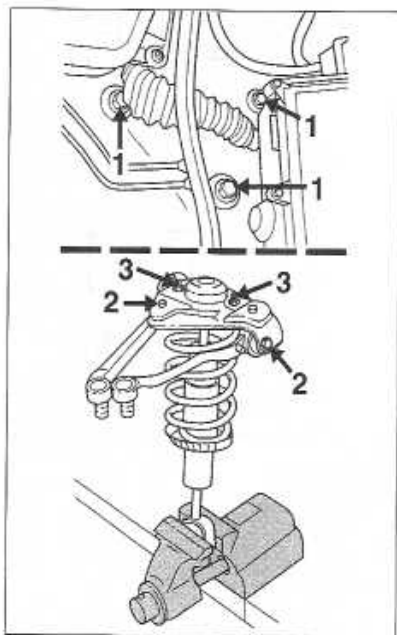

FIGURE 6-4
- le boulon de fixation (1) des bras supérieurs sur le pivot puis les désaccoupler à l'aide d'un extracteur (figure 6-4).
- Immobiliser dans un étau l'élément de suspension, et déposer les vis de fixation (2) des bras supérieurs et des écrous (3) de fixation supérieure de l'élément de suspension sur le palier (figure 6-4).
- Déposer les 3 vis de fixation (1) du palier de fixation de l'élément de suspension dans le compartiment d'auvent (figure 6-4).
- les fixations (2) des bras supérieurs sur le palier puis les déposer (figure 6-4).
- les écrous (3) de fixation supérieure de l'élément de suspension sur le palier de fixation puis déposer celui-ci (figure 6-4).